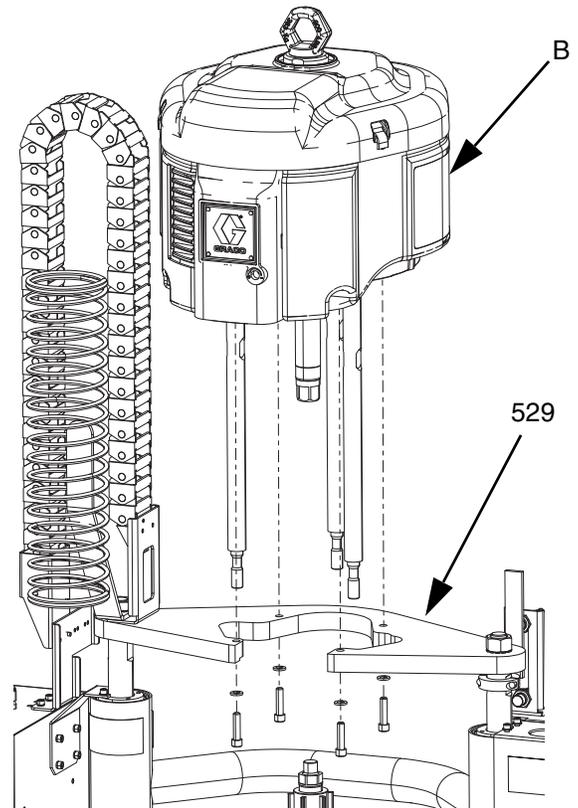

図 46: エアモーターの切断
6. D60 3 インチラムの場合: エアモーターを外します。エアモーター (B) を取り付けブラケットに固定しているネジとワッシャを取り外します。以下を参照してください: 図 46.